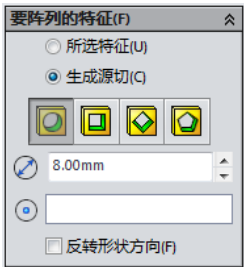
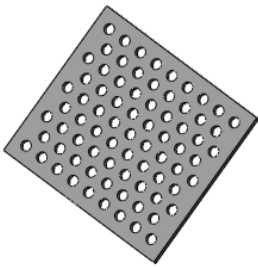

图 5-163 圆形源切的参数
图 5-164 圆形源切效果
-  圆：生成圆形切割作为源特征，其参数如图 5-163 所示，圆切割效果如图 5-164 所示。